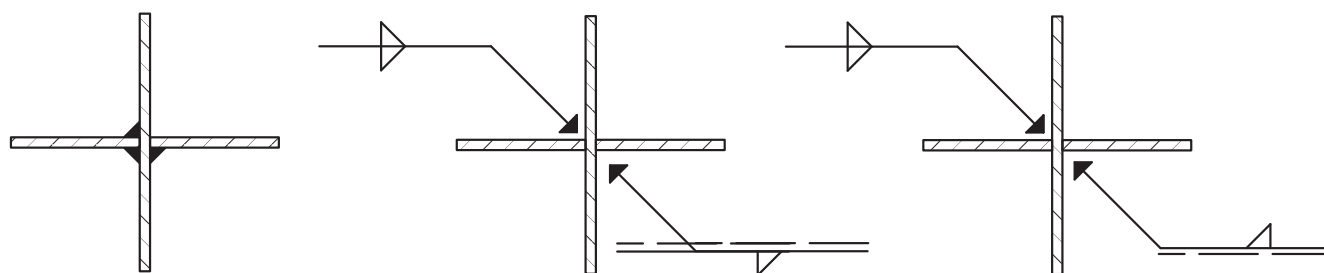

Fig. 10.3
- Plaats het lassymbool zoals aangegeven op Fig. 10.3.